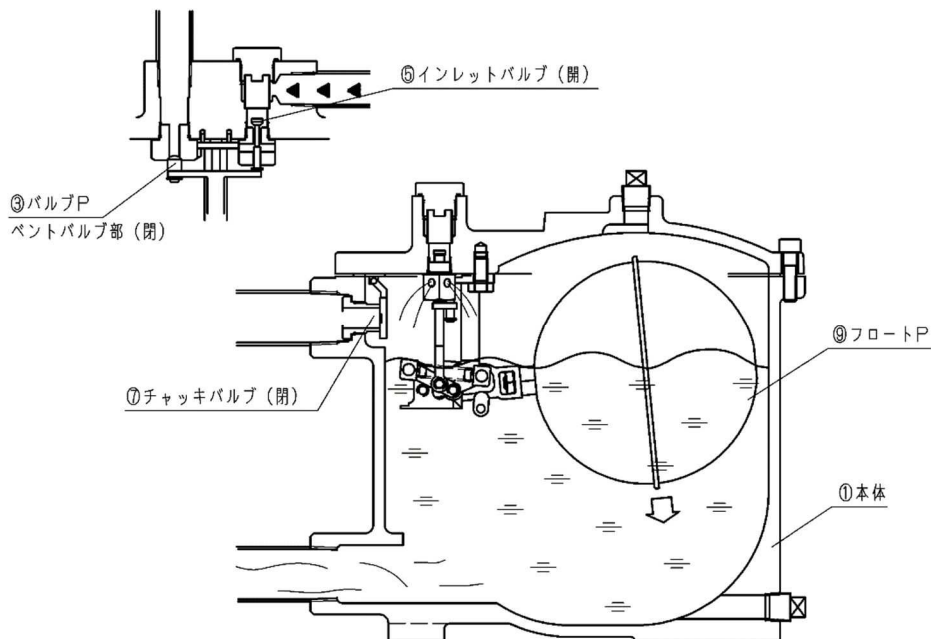

図4: 状態2
ドレン水位が上がりフロート(P)⑨がある高さまで上がると、バルブ(P)③により、インレットバルブ⑤が開きバルブ(P)③のベントバルブ部が閉じます。インレットバルブ⑤が開いたことで駆動圧力が本体①内に入り、チャッキバルブ⑦が閉となりドレン流入がなくなります。また本体内のドレンは出口側へと圧送、排出されます。ドレンが排出されるとフロート(P)⑨は本体内の水位により下降していき、ある高さまで下がるとインレットバルブ⑤が閉じてバルブ(P)③のベントバルブ部が開きます。そして内部圧力がベントバルブより排出されて状態1の状態に戻ります。(図4参照)